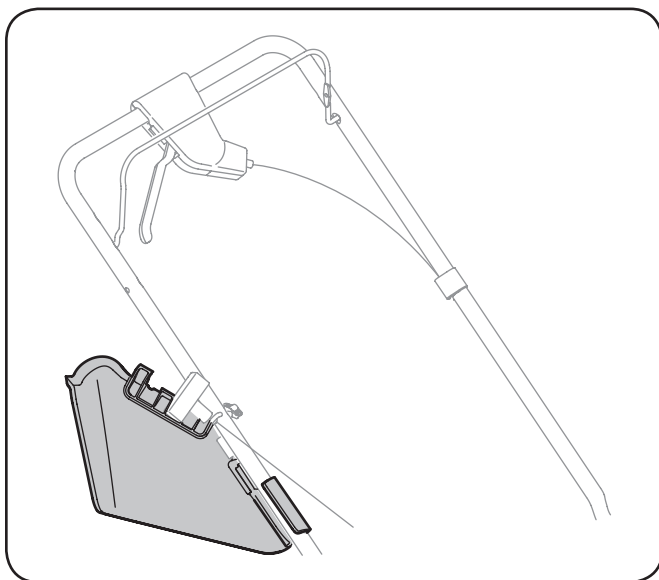

Figure 7-5
- Asegure tolva de descarga lateral para manejar como se muestra en Figure 7-5.